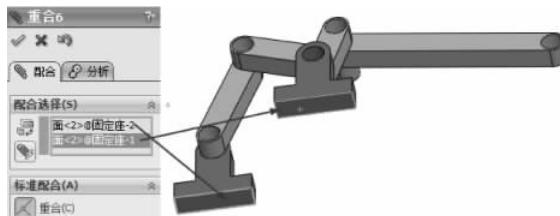

图 3-180 重合配合
(12) 选择【标准配合】选项组下的【重合】配合类型 ,在【要配合的实体】选择框 中选择如图 3-180 所示的面,其他保持默认,单击【确定】按钮 ,完成重合配合。